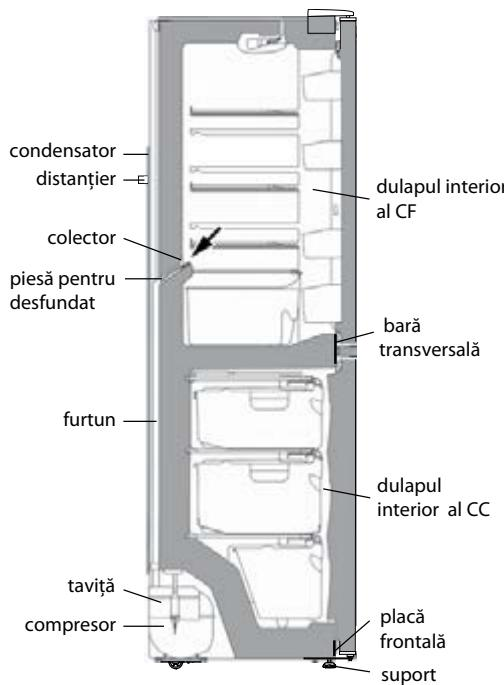

Figura 6 – Schema scurgerii apei rezultate în urma topirii din CC
2.2.1 În CF se folosește un sistem automat de dezghețare. Bruma, care apare pe peretele din spate a CF, după deconectarea compresorului care lucrează în ciclu, se topește și se transformă în picături de apă. Picăturile de apă rezultată în urma topirii se scurg în colector, apoi prin gaura acestuia și prin furtun - în taviță de pe compresor, în conformitate cu figura 6 și se evaporă.
Prezența apei în colector indică înfundarea sistemului de drenaj. Pentru eliminarea înfundării folosiți piesa corespunzătoare și curățați gaura colectorului, astfel ca apa să se scurgă liber în taviță, apoi spălați piesa și instalați-o în conformitate cu figura 6.
Apa care a apărut pe fundul CF sau care a ajuns în locul de alăturare a barei transversale și a dulapului interior al CF, în conformitate cu figura 6, poate provoca coroziunea dulapului exterior al frigiderului și elementelor agregatului frigorific, defectarea izolației termice, formarea crăpăturilor dulapului interior și defectiunea frigiderului.